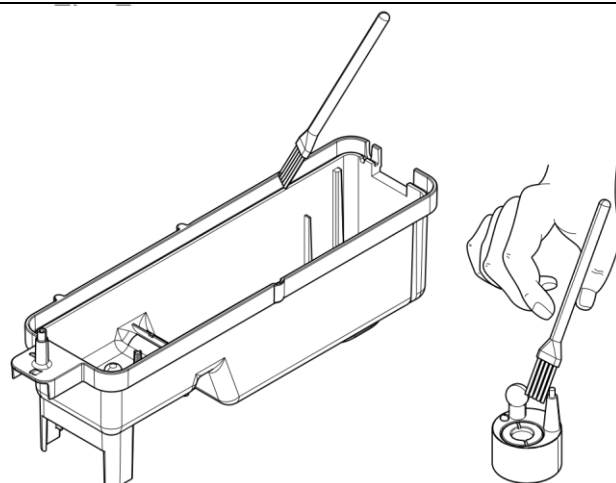

Fig. 8
15. Nettoyez la buse avec la brosse et rincez abondamment à l'eau. (Voir Fig.8)